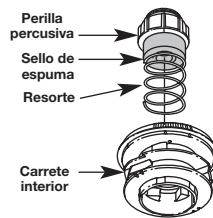

Fig. 20
1. Saque la perilla percusiva, el resorte y el sello de espuma girando la perilla percusiva en sentido antihorario (Fig. 20 & 22).
2. Saque la bobina de tope, el resorte y el sello de espuma (Fig. 20).
7. Coloque la bobina de tope, el resorte y el sello de espuma en la bobina exterior (Fig. 20).